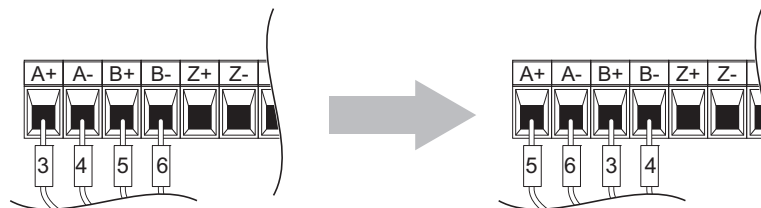

Figura 8.14 Cambio de cables entre el canal A y el canal B
10. Después de conectar las salidas del encoder PG a la opción, aplique energía al variador, haga girar manualmente el motor y compruebe el sentido de rotación observando el monitor U1-05 del operador digital. La rotación en reversa del motor se advierte cuando el valor de U1-05 es negativo; en la rotación del motor hacia adelante, el valor es positivo. Si el monitor U1-05 indica que la dirección de avance es opuesta a lo que se pretendía, ajuste F1-05 a 1 o invierta los dos cables de pulso A con los dos cables de pulso B en el terminal TB1 opcional como se muestra en **Figura 8.14**.